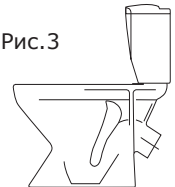

Рис.3
- воронкообразный с косым выпуском с цельноотлитой полочкой, детский (рис. 3),